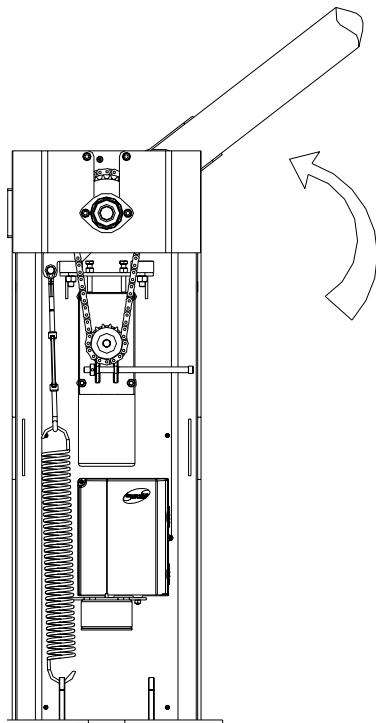

**Fig. 5**
- Fissare la staffa porta-asta, senza avvitare a fondo le 4 viti (Fig. 5).